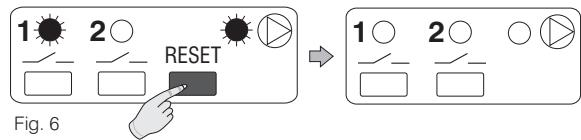

Fig. 6
- Appuyer brièvement sur la **touche "RESET"**, au relâchement le forçage temporaire sera annulé (fig.6).